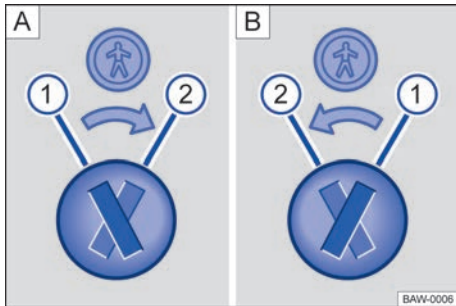

Fig. 43 Bloqueo de seguridad para niños: **A** puerta trasera izquierda, **B** puerta trasera derecha.
Leyenda para → fig. 43:
- Introducir la varilla de la llave en la ranura del bloqueo de seguridad para niños para activarlo o desactivarlo → fig. 43.